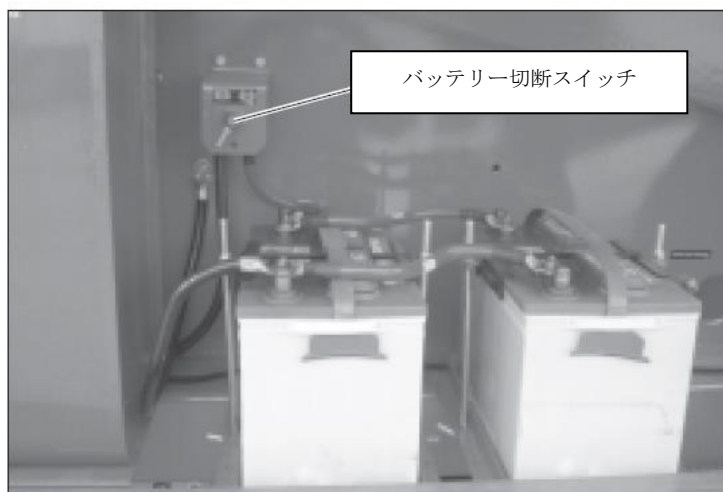

図 10.1-バッテリー切断スイッチ
1. バッテリー切断スイッチを ON にする。(図 10.1-バッテリー切断スイッチ)